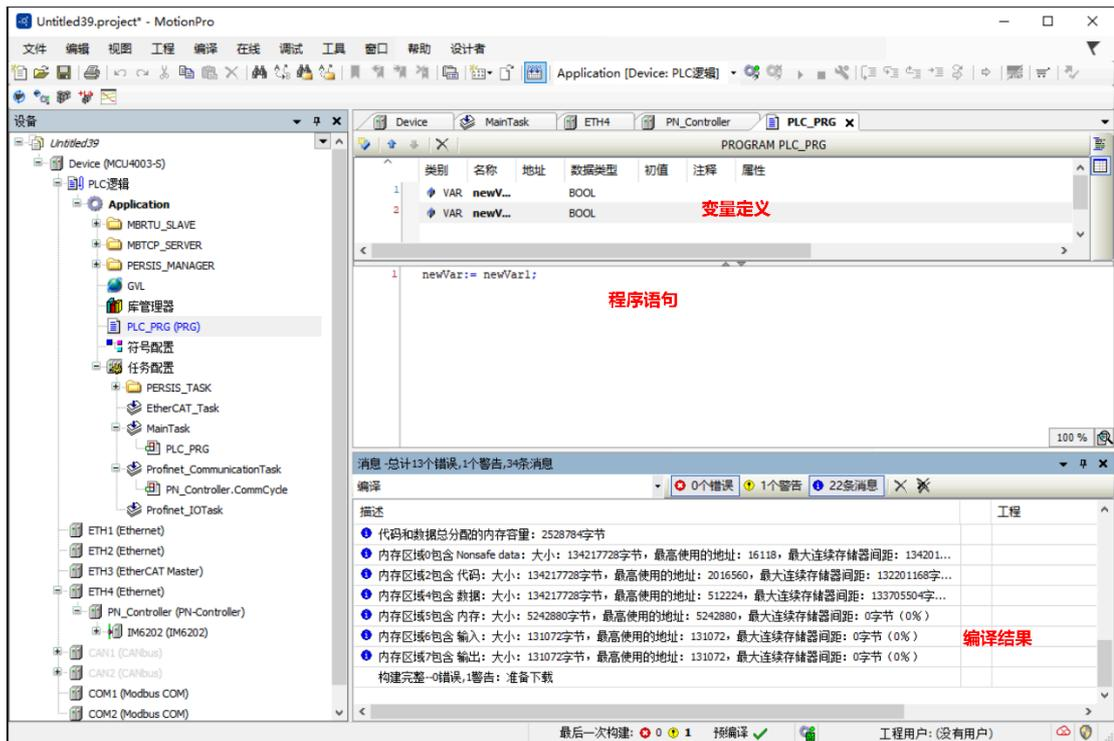

图 5-41 程序编写及编译
1. 双击左侧设备树窗口中的“PLC\_PRG(PRG)”项，即可打开用户编程界面。编程语言为ST（新建工程时选择），如图 5-41 所示。